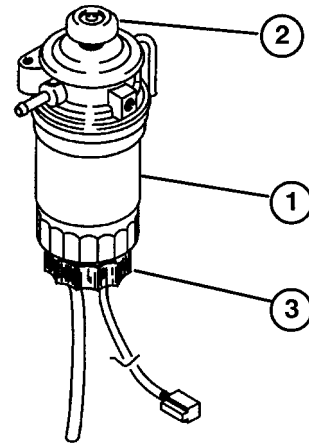

図 22
- フィルタ/セパレータのドレン・プラグを開き、たまっている水を出す。必要ならプライミング・ポンプを使う（図22）。水抜きが終わったらドレンを確実に閉める。